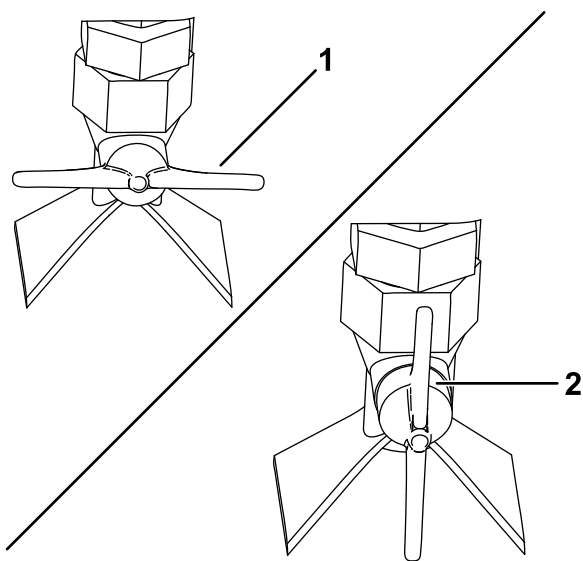

Figura 55
- Para rociar en forma de abanico, ponga la válvula situada en el lateral de la boquilla en posición horizontal (Figura 55).
- Para aplicar un chorro, ponga la válvula situada en el lateral de la boquilla en posición vertical (Figura 55).